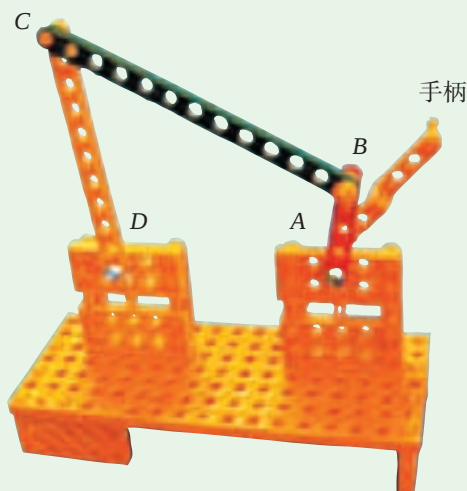

图2-21 曲柄摇杆装置
1. 如图2-21所示，使用多孔塑料杆、螺钉、螺帽搭建成曲柄摇杆（不含底座）。